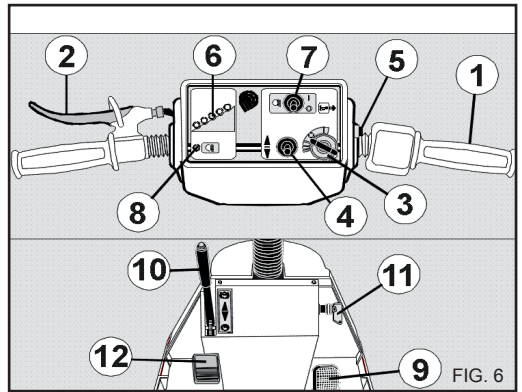

FIG. 6
DISPOSITIVOS DE MANDO - FIG. 6
1) Meter la llave de arranque y girarla en sentido horario hasta la posición (I) (fig. 7) se encenderán los indicadores luminosos en el panel para indicar que el vehículo está encendido, esperar 2-3 segundo aproximadamente. (Ref. 6 Fig. 6). Accionar el interruptor de emergencia girando el botón hacia la pos. "I" . (Ref. 11, Fig. 6)
Elegir con el cambio (Ref. 4 fig. 6) el sentido de la marcha (delante-atrás).
- Arrancar el vehículo con el puño de arranque/acelerador (Ref. 1 Fig. 6)
⚠ Mantener apretado con un pie el interruptor Hombre a bordo. Al quitar el pie del interruptor el vehículo se para automáticamente. (Ref. 12, Fig. 6)
El vehículo debe usarse hasta que la batería esté completamente descargada (indicador amarillo y rojo encendido en el panel Ref. 6 Fig.6). La duración del trabajo debe programarse en función de la autonomía.
Poner al mínimo el puño de encendido/acelerador (Ref. 1 Fig. 6)
La batería debe recargarse cuando la luz verde esté apagada (Ref. 6 Fig. 6) y cuando se encienda la luz amarilla y roja. El tiempo medio de recarga necesario es de casi 8 horas. Para recargar las baterías, use sólo un cargador de baterías electrónico aconsejado por el revendedor o fabricante.